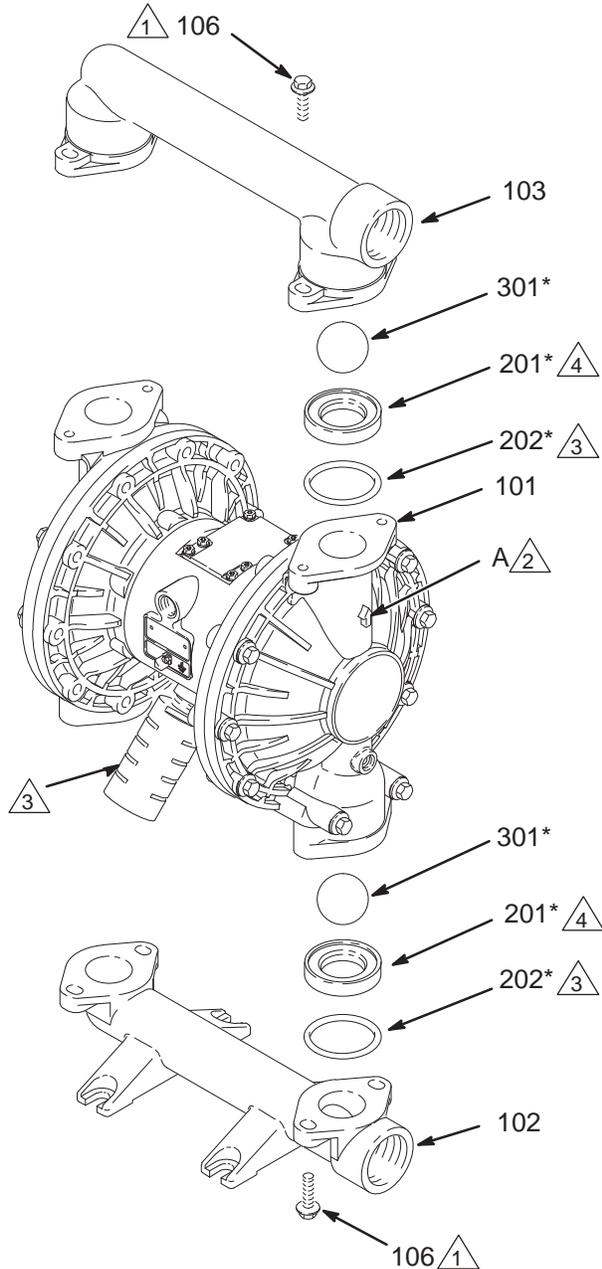

図 10
3. 13mm のソケットレンチを使用して、排出マニホールド (103) を液体カバー (101) に固定している 4 つのボルト (106) を外します。図 10 を参照してください。
4. マニホールドから O リング (202 一部モデルには使用されていません)、シート (201)、およびボール (301) を取り外します。
5. ポンプをひっくり返し、吸入口マニホールド (102) を取り外します。液体カバー (101) から O リング (202 一部モデルでは使用されていません)、シート (201)、およびボール (301) を取り外します。
2. 逆の手順で再度組み立てます。図 10 に記載のすべての注意に従ってください。ボールチェックとが図の通り正確に組み立てられていることを確認してください。液体カバー (101) の矢印 (A) は、アウトレットマニホールド (103) に向ける必要があります。
- ⚠ 矢印 (A) は排出マニホールド (103) の方向に向ける必要がある。
- ⚠ 勾配のあるシーティング面は、ボール (301) の方向に向ける必要があります。